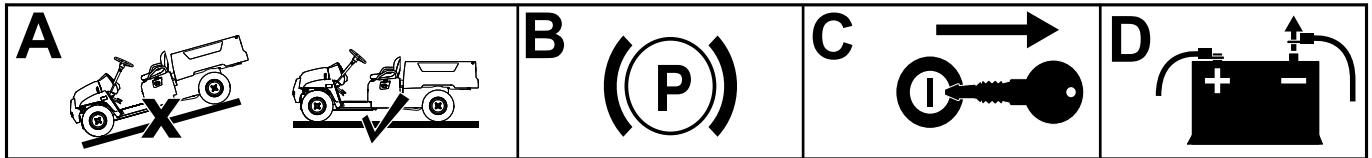

Figure 1
1. Amenez la machine sur un sol plat et horizontal (encadré A de la Figure 1).
2. Serrez le frein de stationnement (encadré B de la Figure 1).
3. Enlevez la clé du commutateur d'allumage (encadré C de la Figure 1).
4. Débranchez le câble négatif de la batterie (encadré D de la Figure 1).